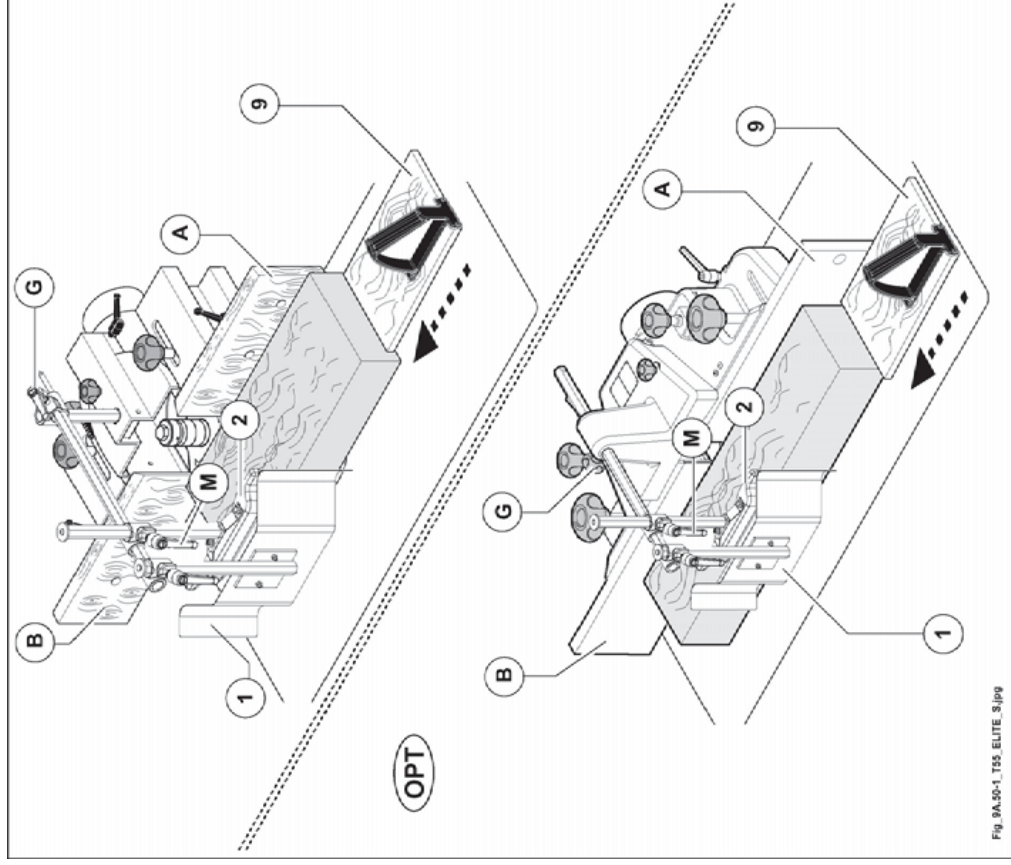

Abb. 9.50-1
- Verstellen sie die Anschlaglineale (A und B Abb. 9.50-1) je nach Aussendurchmesser des Fräswerkzeuges.
Die Position des horizontalen Niederhalter (1 fig. 9.50-1) und des vertikalen Niederhalter (2 fig. 9.50-1) wie folgt auf das Werkstück einstellen:
- Den griff (G Abb. 9.50-1) lösen und den Druckschuh (1 Abb. 9.50-1) entsprechend der Breite des zu bearbeitenden Holzes einstellen.
- Den griff (M Abb. 9.50-1) lockern und den vertikalen Niederhalter (2 Abb. 9.50-1) auf das Holz einstellen, dass so nahe wie möglich an die Fräse gehalten wird.
- Nach der Einstellung den griff (M Abb. 9.50-1) einstellen.
- Den Knauf (G Abb. 9.50-1) lösen und den Druckschuh (1 Abb. 9.50-1) entsprechend der Breite des zu bearbeitenden Holzes einstellen.
verwenden Sie den Flachschiebestock (9 Abb.9.50-1) (von SCM nicht geliefert), um den Endlauf unter dem Anschlagdruckschuh II (1 Abb.9.50-1) zu erleichtern.